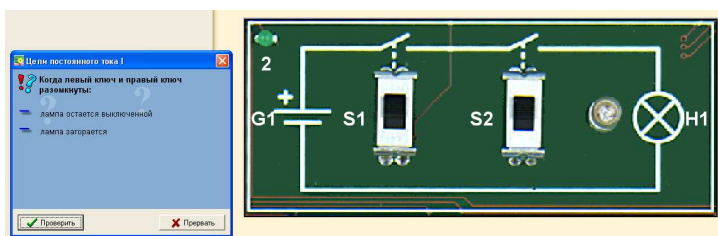

Рис. 3. Экспериментальная схема 2
7. Выбрать главу 2 «Последовательное соединение ключей». Изменяя положение двух последовательно подключенных ключей на экспериментальной схеме 2 (рис. 3), наблюдать результат.